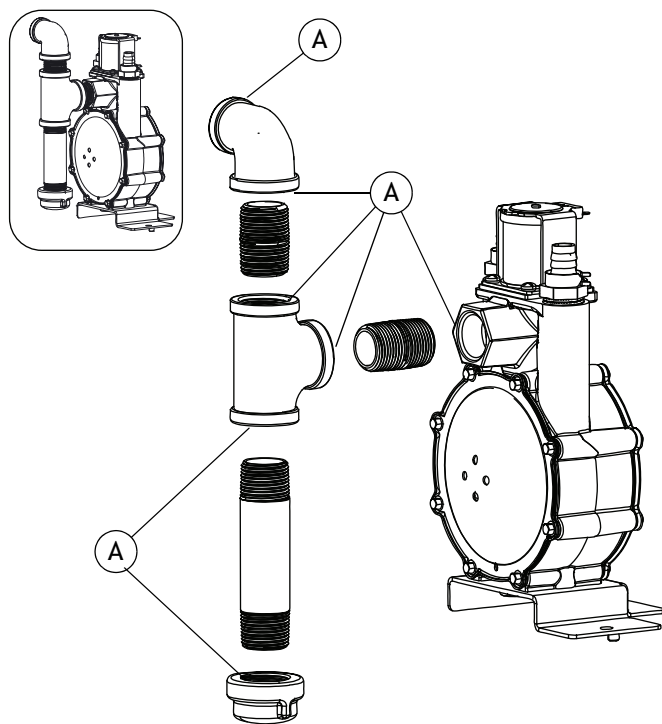

Рисунок 4-8. Точки соединений, подлежащие проверке на наличие утечек
См. **Рисунок 4-8**. После монтажа генератора выполните окончательную проверку на наличие утечек в топливной системе. В процессе проверки будут выявлены возможные утечки на всех точках соединений (A).